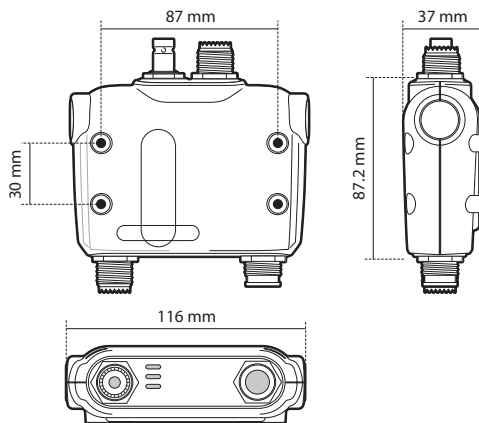

Abbildung 4 AIS-Antennenweiche Abmessungen
- Für das Verlegen der Kabel sollte um die AIS-Antennenweiche herum ausreichend Platz vorhanden sein. Weitere Informationen zu den Abmessungen der AIS-Antennenweiche finden Sie in Abbildung 4.